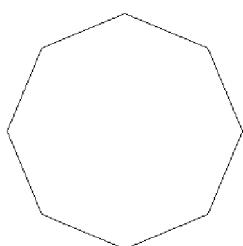
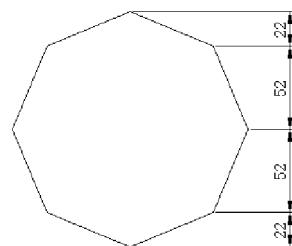

图 3.24 原图
图 3.25 快速标注尺寸
- (1) 单击“快速标注”标注按钮 Q ，选择要标注的对象。
- (2) 单击鼠标右键或按下键盘中的 Enter 键，移动光标到合适的位置后，单击鼠标左键即可完成快速标注。图 3.24 所示为原图，图 3.25 所示为标注角度尺寸后效果。